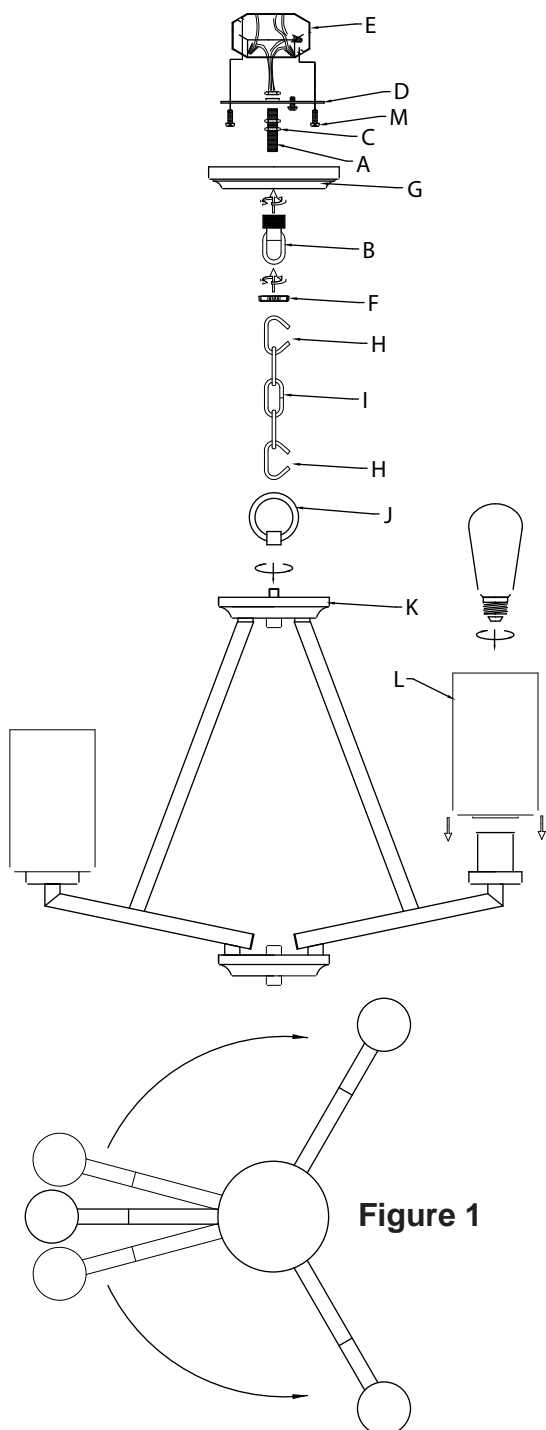

Figure 1
- 1) Prendre le corps principal **[K]** et tourner les trois (3) bras en place tel qu'illustré (consulter Figure 1).